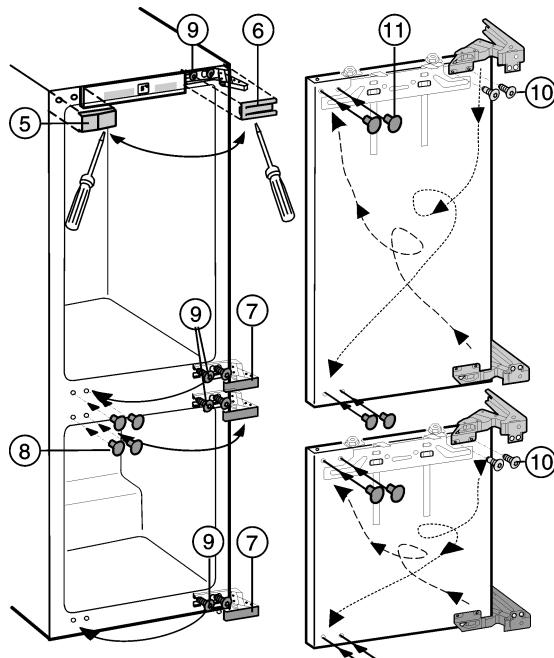

Fig. 2
- Desmonte hacia delante las cubiertas Fig. 2 (5,6,7,8) con un destornillador para tornillos de cabeza ranurada.
- Afloje únicamente los tornillos Fig. 2 (9) superiores e inferiores del cuerpo del aparato.
- Atornille ligeramente los tornillos Fig. 2 (9) que va a reinstalar en el lado opuesto.
- Retire los tornillos Fig. 2 (10) y dé la vuelta a la bisagra en diagonal.
Los tornillos Fig. 2 (10) son autocortantes: Utilice un destornillador a pilas.
- Cierre los orificios de sujeción abiertos con Fig. 2 (11) tapones.
- Enganche las puertas en los tornillos Fig. 2 (9) previamente montados y apriete firmemente los tornillos.
- Vuelva a montar todas las cubiertas *Fig. 2 (5,6,7,8)*.